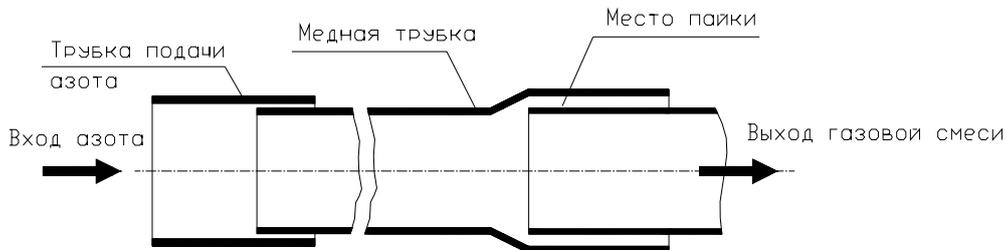

Рисунок 7.1- Подача азота к месту пайки
- При непрерывной подаче азота необходимо обеспечить отверстие для выхода газовой смеси (рис.7.1)